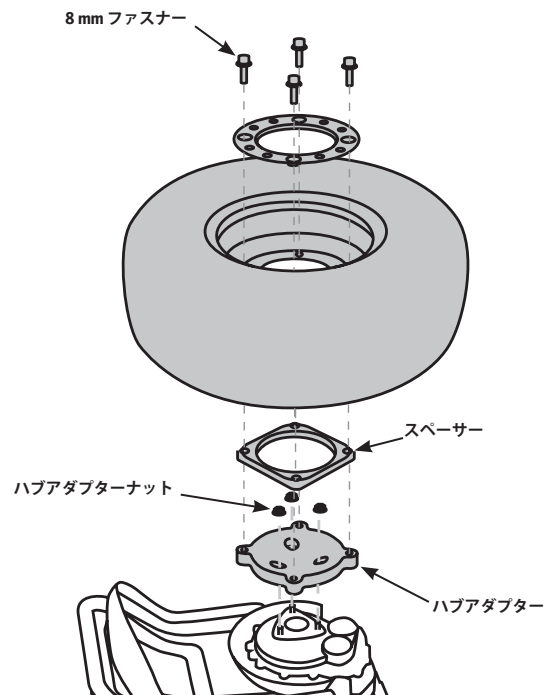

図 74. x2 SE ターフ タイヤ / ホイール / スペーサー / ハブアダプター
3. ホイールが回転しないようにホイールを押さえながら、8mm六角レンチを使って、4本のファスナーを外します(図74を参照してください)。
4. タイヤ / ホイールアセンブリをスペーサーにかぶせます(図74を参照します)。